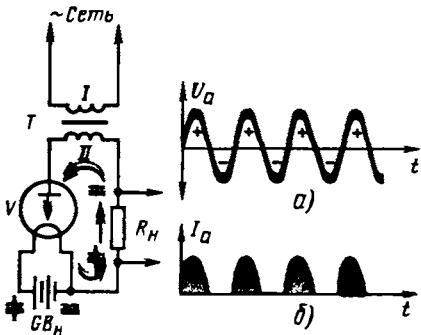

Рис. 218. Диод выпрямляет переменный ток
Обратимся к рис. 218. Здесь, как и в предыдущем примере, катод диода накаляется током батареи  $GB_H$ . На анод лампы подается переменное напряжение,
источником которого служит вторичная (II) обмотка сетевого трансформатора Т. В этом случае напряжение на аноде периодически изменяется по значению и знаку (рис. 218, а). А так как диод обладает односторонней электропроводностью, ток через него идет только при положительном напряжении на его аноде. Говоря иными словами, диод пропускает положительные полуволны (рис. 218, б) и не пропускает отрицательных полуволн переменного тока. В результате в анодной цепи течет ток одного направления, но пульсирующий с частотой переменного напряжения на аноде. Происходит выпрямление переменного тока — явление, знакомое тебе по работе полупроводникового диода.